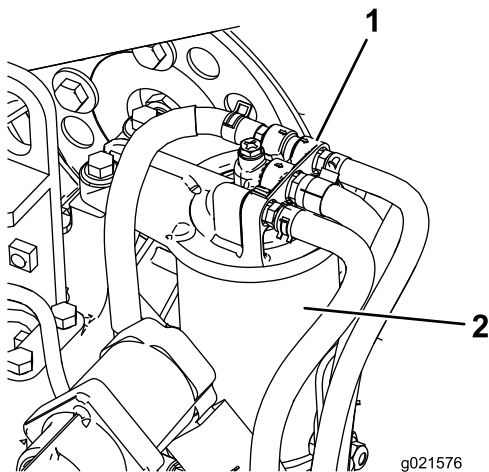

Bild 77
1. Reinigen Sie den Bereich um den Kraftstofffilterkopf (Bild 77).
2. Entfernen Sie den Filter und reinigen Sie die Befestigungsoberfläche des Filterkopfes (Bild 77).